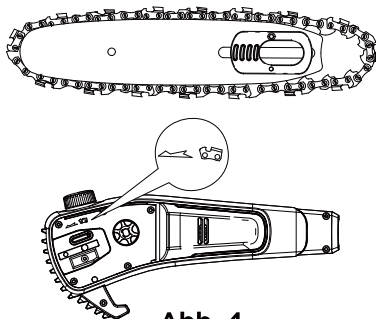

Abb. 4
2. Schieben Sie die Kette in den Schlitz um das Schwert und achten Sie darauf, dass die Kette in der richtigen Drehrichtung installiert ist. (Abb. 4)